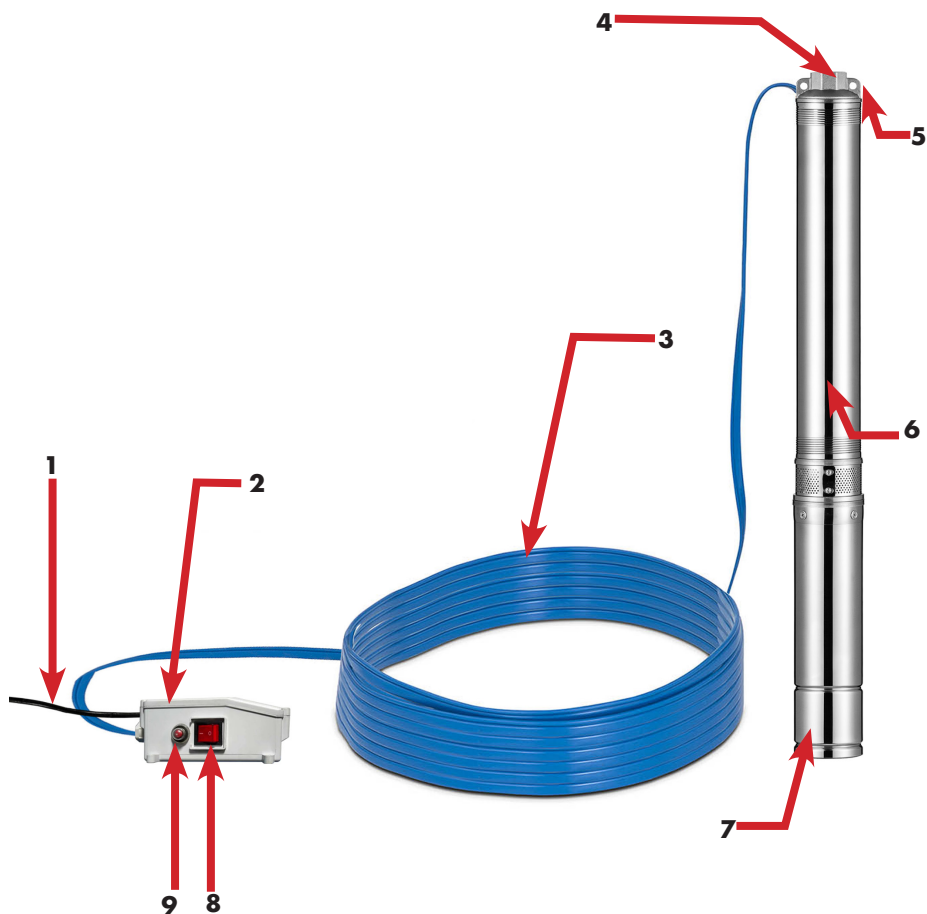

Fig. 1
La figure 1 montre l'appareil avec sa fonction et ses éléments de contrôle.
Légende Figure 1
- Connectez tous les câbles dans , les bornes prévues à cet effet. Voir également la figure 1, page 10.